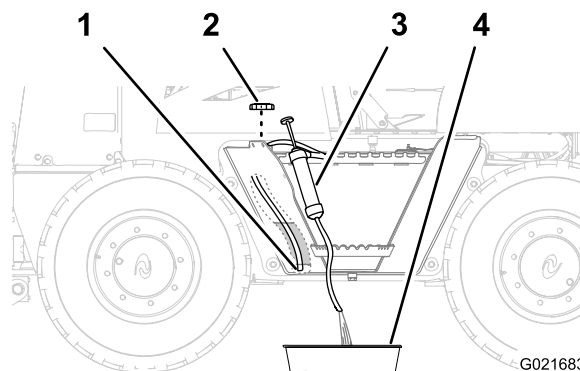

Figure 55
1. Enlevez le bouchon du réservoir de carburant (Figure 55).
2. Faites passer le flexible du matériel d'aspiration par le goulot de remplissage du réservoir de carburant et poussez l'extrémité jusqu'au fond du réservoir (Figure 55).
3. Dirigez le flexible d'évacuation du matériel d'aspiration dans un bac de vidange (Figure 55).
6. Remettez le bouchon sur le goulot de remplissage du réservoir de carburant (Figure 55).